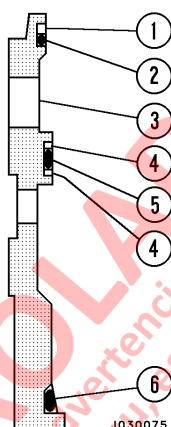

FIGURA 3-7. INSTALACIÓN DEL SELLO DE LA CAMISA
1. Instale el O-ring (2, Figura 3-7) en la ranura más pequeña (en la parte superior) de la manga del regulador (3). Instale el O-ring (5) en la ranura del medio de la manga del regulador. Instale el O-ring (6) en la ranura más grande (en la parte inferior) de la manga del regulador.
2. Instale el anillo de respaldo dividido de nylon (4) en cada lado del O-ring (5) ubicado al medio de la camisa del regulador.
3. Instale un anillo de respaldo dividido de nylon atrás del O-ring (2) ubicado en el extremo superior de la camisa. Este O-ring es el más pequeño de los tres. Coloque el anillo de respaldo de manera que esté junto a la parte superior de la camisa del regulador. La parte superior de la camisa es el extremo con el diámetro externo más pequeño.